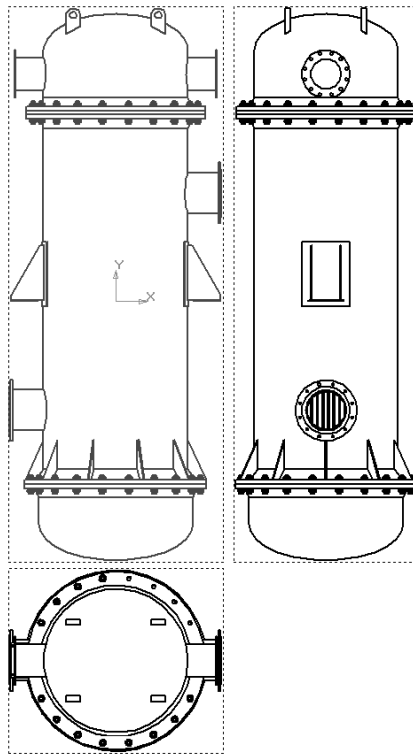
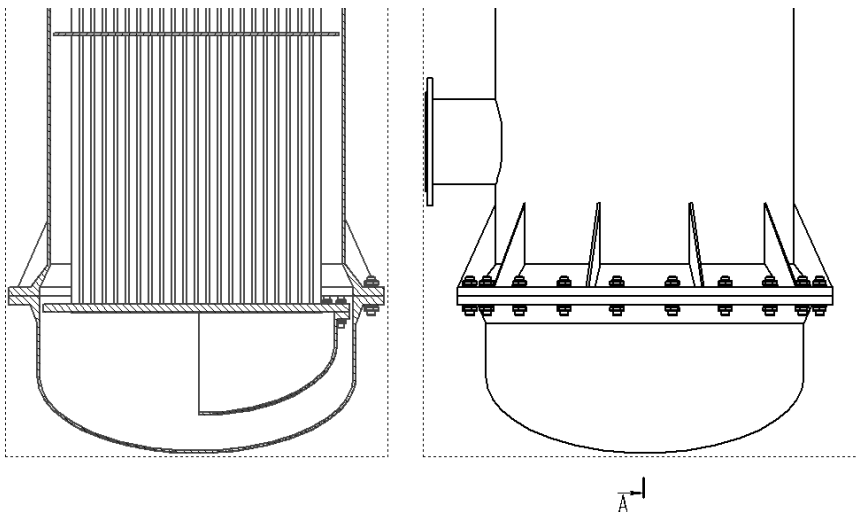

Рис. 1.5. Чертеж теплообменника, автоматически сгенерированный системой КОМПАС
Рис. 1.6. Фрагмент ассоциативного чертежа: разрез, автоматически построенный программой по указанной линии разреза
3. Создается документ-чертеж, и в нем автоматически строятся проекции выполненного изделия (рис. 1.5). При этом весь процесс не займет и пяти минут. На данном этапе вы можете указать места разрезов и сечений, изображения которых (также автоматически) будут сгенерированы КОМПАС (рис. 1.6). Все, что вам останется для полной доработки чертежей, — проставить размеры и обозначения, что также не отнимет много времени в среде КОМПАС-График.
Забегая вперед, скажу, что проекционные виды, показанные на рис. 1.5, называются ассоциативными. Это название обусловлено ассоциативной связью такого вида с моделью, с которой он был построен. Данная связь не исчезает после построения вида на чертеже. Это означает, что при любом перестроении исходной трехмерной модели чертеж будет автоматически перестроен.
Описанная последовательность, по сути, и является тем, чему вы должны научиться, прочитав эту книгу. Конечно, изложенный порядок действий не является единственно возможным. Вообще говоря, никто не запрещает вам вручную чертить чертеж, например, показанный на рис. 1.6. Это избавит от необходимости глубоко изучать систему (чертить в КОМПАС действительно просто) и вникать в особенности трехмерного моделирования. Однако кроме того, что вы потратите на отрисовку такого чертежа огромное количество времени, вы получите в результате хаотический набор несвязанных геометрических примитивов: